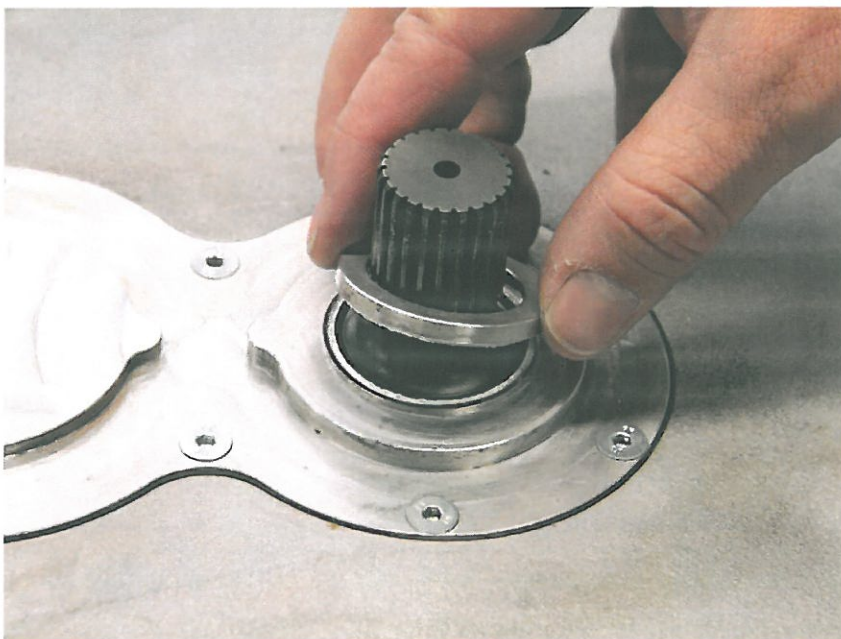

Bild 8 Den Bund abnehmen
17. Den Bund vom Getriebedeckel abnehmen. Siehe Bild 8.